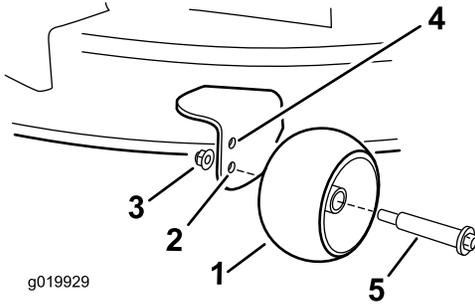

Figura 31
- Foro superiore: utilizzate questa posizione con il piatto di taglio nelle posizioni dell'altezza di taglio pari o inferiori a 63 mm (Figura 31).
- Foro inferiore: utilizzate questa posizione con il piatto di taglio nelle posizioni dell'altezza di taglio pari o superiori a 76 mm (Figura 31).